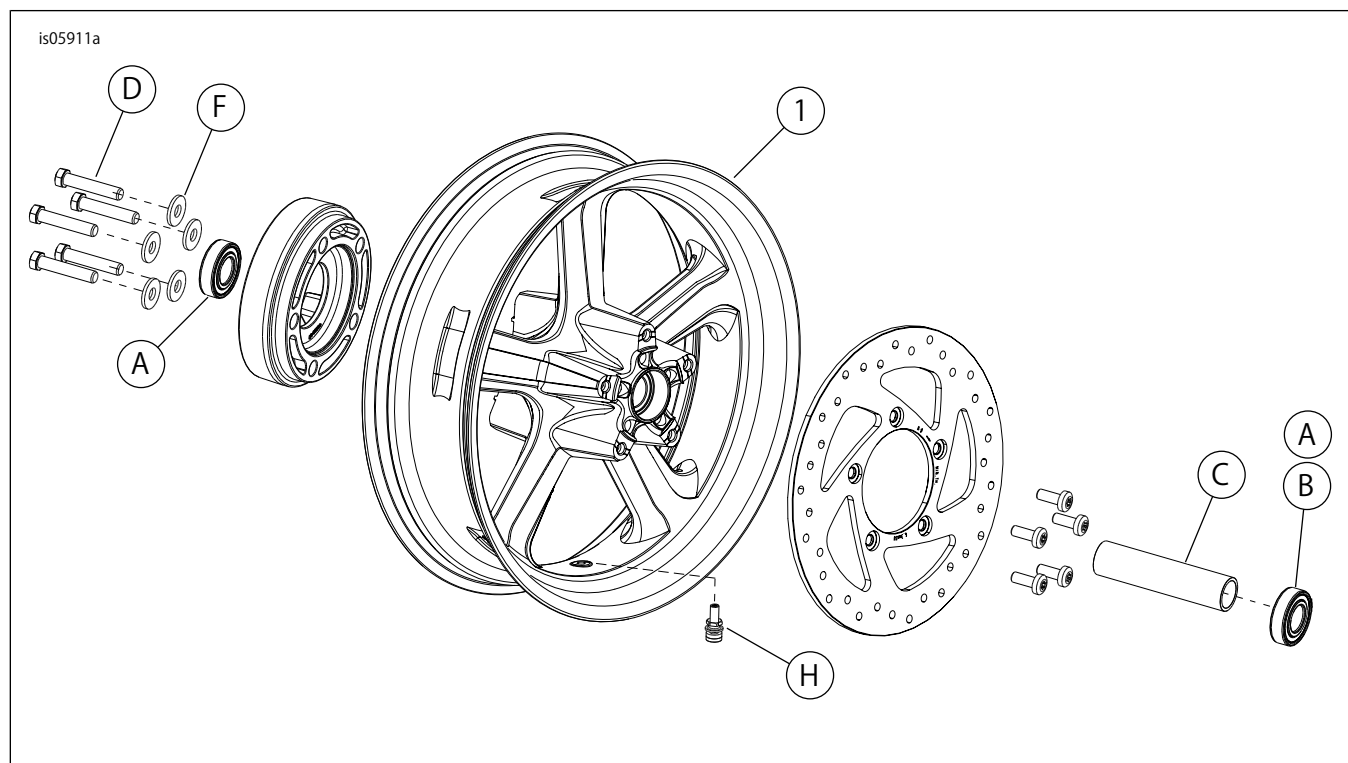

図1。交換用パーツ：リア用ブラック5スポークキャストアルミホイール
「図1」および「交換用パーツ表」を参照してください。
2. 「図1」を参照してください。ホイールにバルブシステムアッセンブリー(H)を取り付けます。サービスマニュアルの「タイヤ」を参照してください。